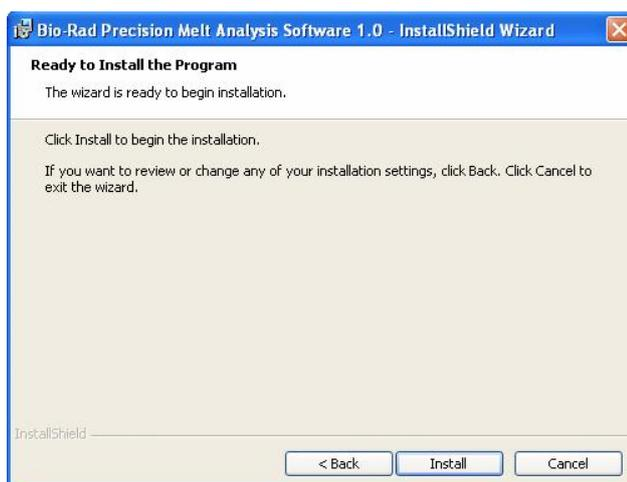

Рисунок 4. Установка программы.
6. Программа готова к началу установки. Щелкните **Install** для установки программы в указанную папку (Рисунок 4).